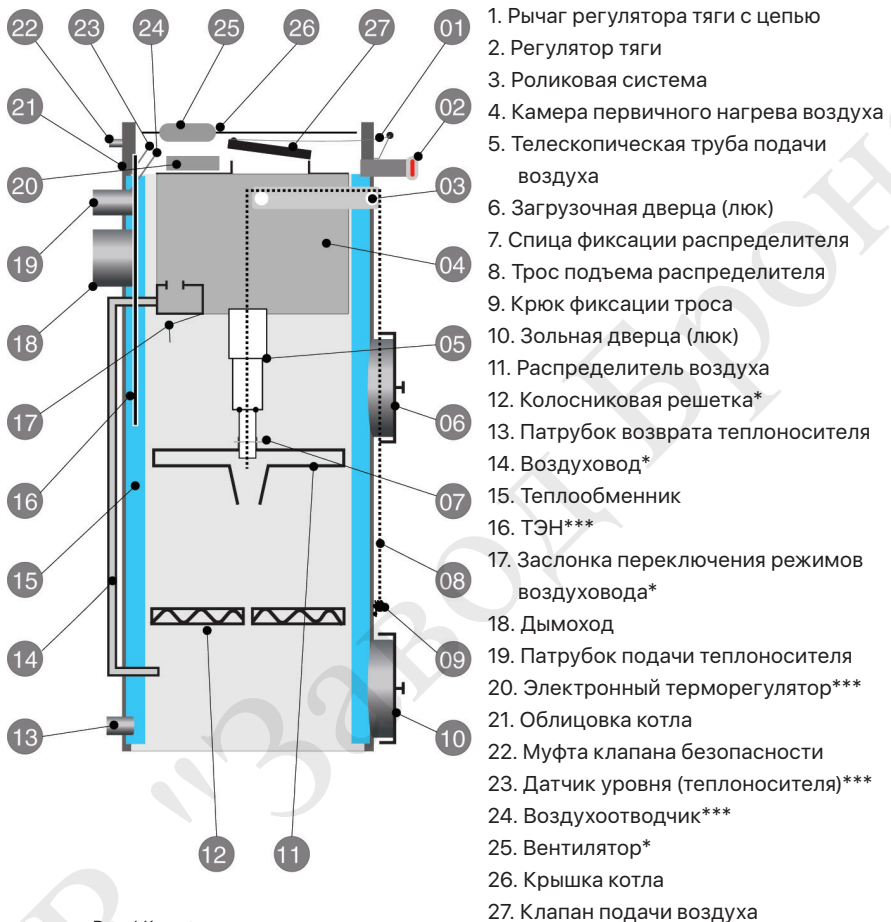

Рис. 1 Конструктивная схема котла
Котел (см. рисунок 1) — это стальной цилиндр, окруженный другим стальным цилиндром большего диаметра, конструкция утеплена. Между обоими цилиндрами нагревается теплоноситель. В передней части котла находится регулятор тяги (02). В конструкции имеется Загрузочная дверца (люк) (06), Зольная дверца (люк) (10) и отверстие отводящих газов (дымоход) (18). Также имеются патрубки подачи и возврата теплоносителя (13, 19). Для улучшения качества горения и передачи тепла в верхней части камеры горения установлена Камера первичного нагрева воздуха (04). Для достижения оптимального теплосъема между камерой нагрева воздуха и стенками камеры сгорания котла по всему периметру имеется зазор, по которому дым, омывая камеру нагрева воздуха, поступает в отверстие отводящих газов. В камеру сгорания опускается телескопическая труба подачи воздуха (05), на конце которой крепится распределитель воздуха (11). В верхней части камеры сгорания расположено отверстие для поступления воздуха и клапан подачи воздуха (27). С правой стороны котла находится трос для подъема распределителя (08) и крюком фиксации троса (09). Для универсальных котлов в комплект входят колосниковая решетка (12) и заслонка переключения режимов воздуховода (17) для растопки торфяными брикетами или каменным углем. В специальной версии котлы укомплектованы электрическими ТЭНами (16) мощностью 2,3 кВт.